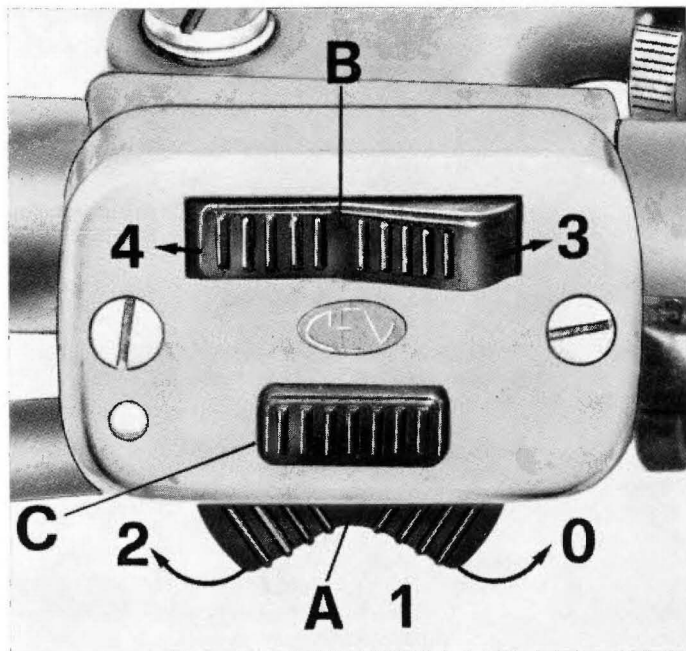

Fig. 9
Posizione « 2 »: macchina pronta per lo avviamento o macchina in marcia. Tutti i comandi sono inseriti. Per la marcia diurna non occorre nessuna altra manovra; per la marcia notturna è necessario azionare le leve (A e B) dell'interruttore - commutatore (vedere fig. 9).
- 10) **Interruttore per illuminazione e pulsante comando avvistatore acustico** (vedere fig. 9):